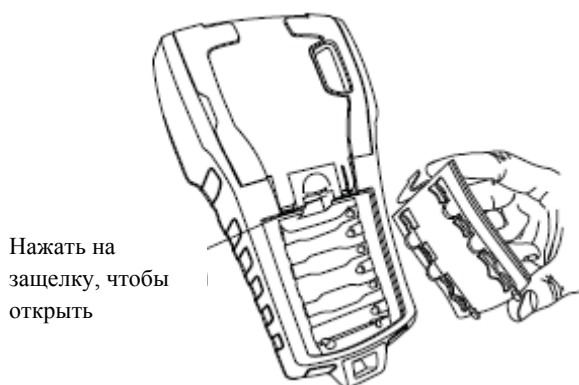

Рисунок 3.
1. Нажать на защелку на задней стороне принтера для снятия крышки батарейного отсека. См. Рисунок 3.
2. Вставить блок батарей в батарейный отсек. См. Рисунок 3.